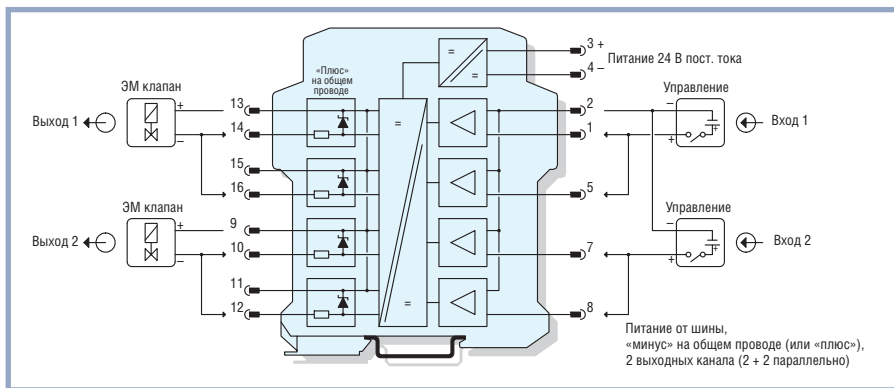

Рис. 10. Функциональная схема модуля D1043Q
1. Модули с уровнем SIL 2, с питанием от внешнего источника, для NE-нагрузок, без контроля состояния линии: D1040Q, D1042Q, D1043Q (рис. 10).